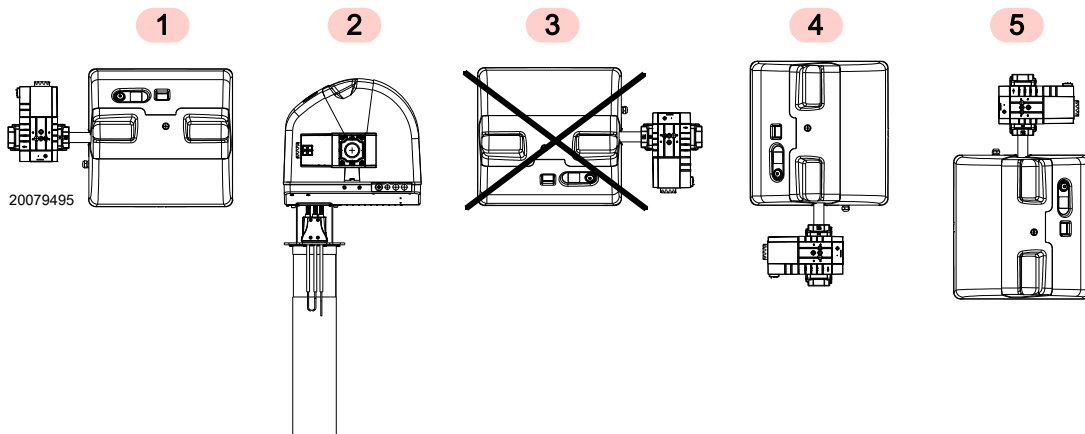

图 12
- 燃烧器设计为仅能安装在位置 1, 2, 4 和 5 (图 12)。
- 所有位置均要求安装燃气阀, 线圈朝上或垂直 (图 12)。